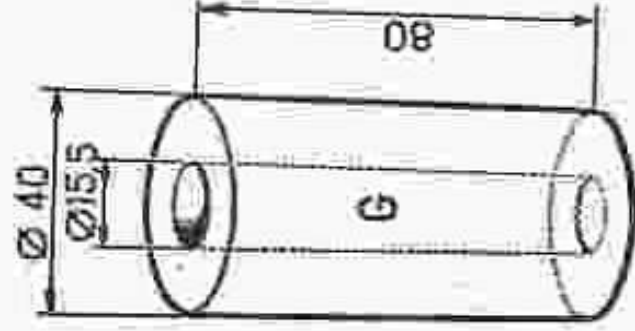

Fig. 13. — Cotes de la bagne G.
- Introduire, à la presse, l'arbre de pompe garni de ses deux roulements, en utilisant une bagne aux cotes de la bagne G (fig. 13).